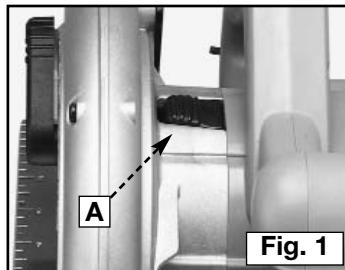

Fig. 1
1. Enfoncez le blocage de lame (A) Fig. 1 et tournez la lame à la main jusqu'à ce que le blocage engage l'arbre de lame.
2. Tout en tenant le blocage de lame engagé, utilisez la clé fournie (B) Fig. 1 pour desserrer la lame retient le boulon. Le tourner opposé-dans le sens des aiguilles d'une montre.